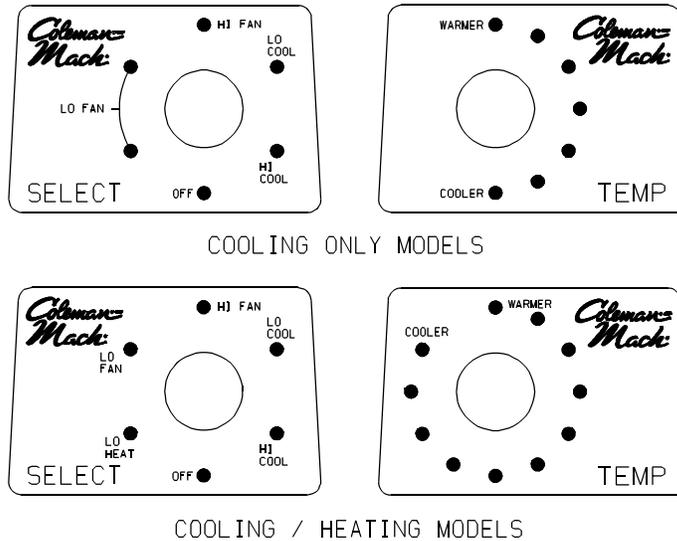

FIGURE 2
I. For Cooling (Refer To Figure 2)
III. For Heating (“Elect-A-Heat” Ceiling Assembly Model Only - Refer To Figure 2)
IV. For Air Recirculation Only (Refer To Figure 2)
I. Pour le refroidissement (se reporter à la figure 2)
III. Pour chauffer (modèle de plafond “Elect-A-Heat” seulement), se reporter à la figure 2